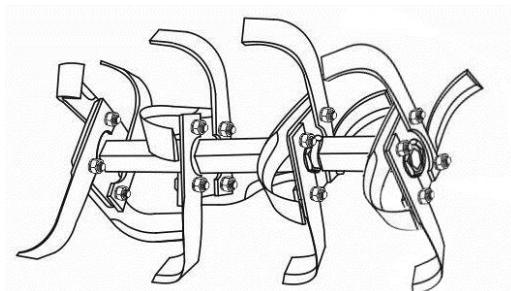

Рисунок 7. Ґрунтофреза у зборі
6. Склести інші сегменти ротора ґрунтофрези (див. рис. 7.). Складання лівої половини ґрунтофрези здійснюється аналогічно, з урахуванням напрямку обертання ротора.